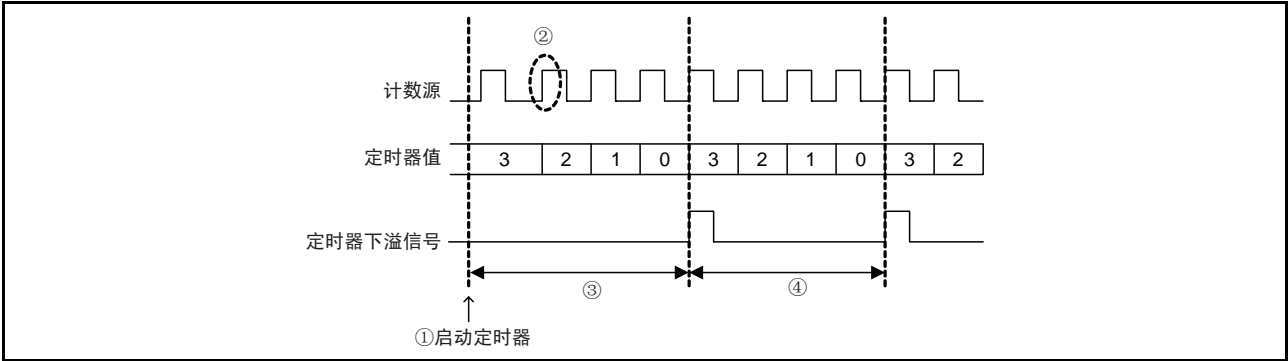

图 36 定时器的计数开始时序和开始运行时的计数时间 2
定时器2、LC在开始运行（图36①）后，从计数源最初的下降后的上升沿（图36②）开始计数。
根据定时器和计数源的开始运行时序，开始计数后到最初下溢期间（图36③）与以后的下溢间的期间不同。